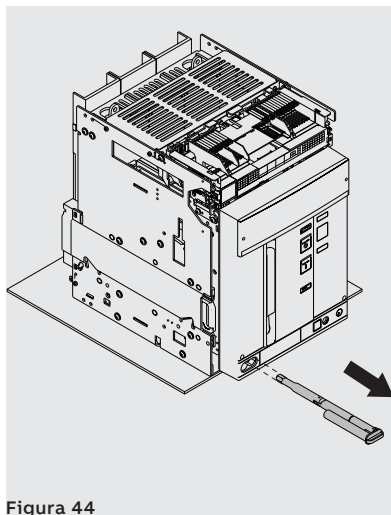

Figura 44
8. Extraer de su alojamiento la manivela de seccionamiento. Véase Figura 44.